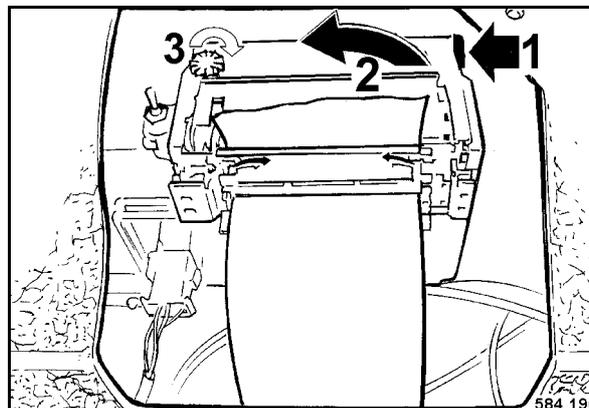

Рис. 109
- Поднять планку за место 1 (Рис. 109) и вытащить красящую ленту (2) из принтера.
- Вставить новую красящую ленту в направляющую принтера сначала слева, затем нажать на планку (1) справа.